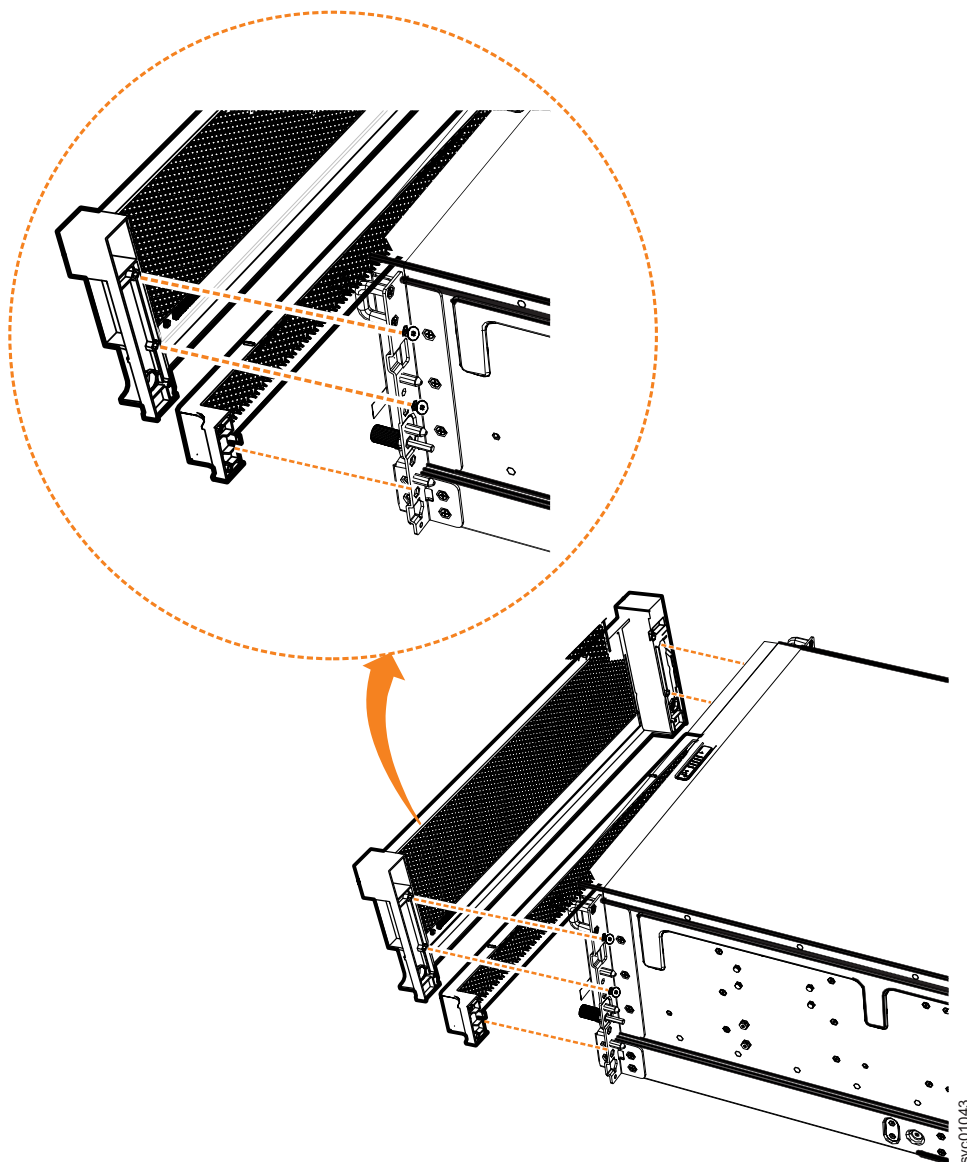

图 69. 更换扩展机柜上的面板组件
2. 将前部 4U 面板与机柜对齐，使指旋螺钉穿过每一侧的孔。如第 79 页的图 69 所示，该操作将面板后部的螺丝孔与机柜前凸缘上的螺丝孔对齐。
4. 重新连接用于遮盖电源单元 (PSU) 的底部 1U 面板。将面板与机柜对齐，并轻推直到其咔嗒一声锁定到机箱上，如第 79 页的图 69 中所示。